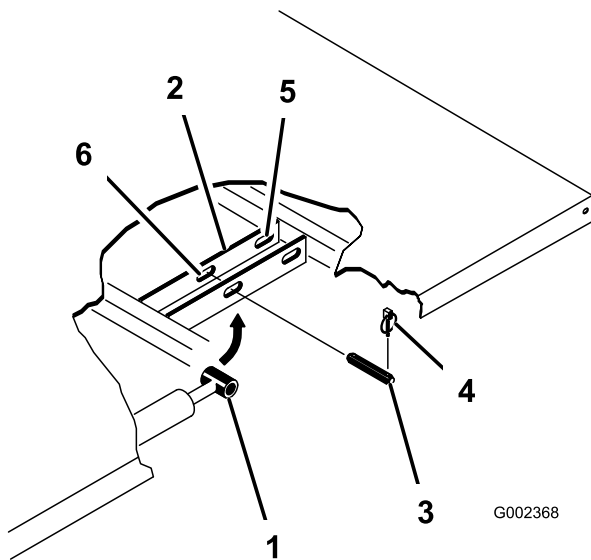

Figura 28
3. Retire los pasadores de seguridad de los extremos exteriores de los pasadores de las varillas de los cilindros (Figura 28).